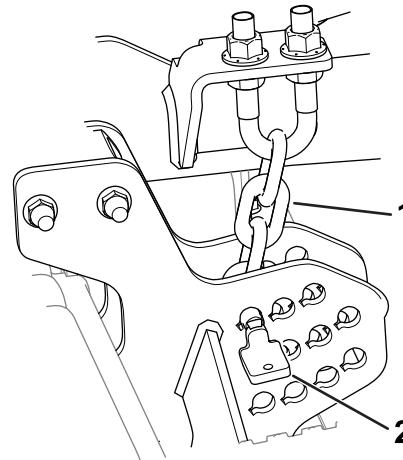

Figura 10
1. Retire los pasadores que fijan las cadenas de altura de corte en la parte trasera de la unidad de corte (Figura 10).
El pasador debe instalarse en el eslabón más bajo de la cadena de altura de corte. La cadena debe colgar recta (Figura 10); no debe estar torcida.